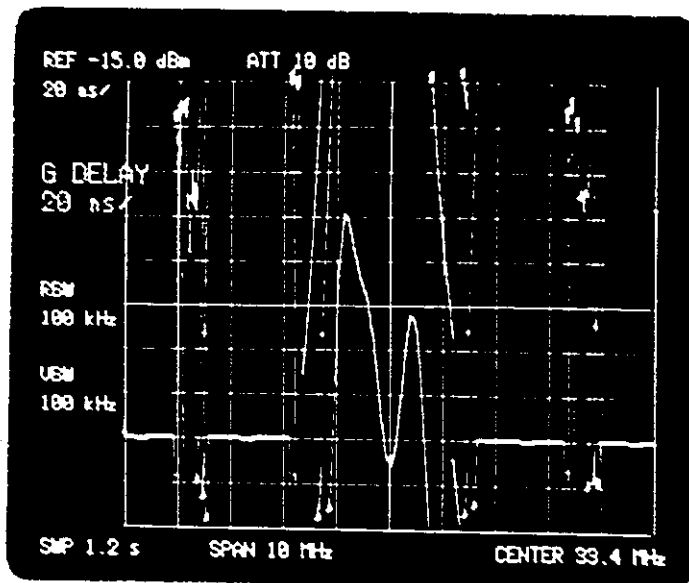

図 7-9 グループ・ディレイの測定
- ⑫ **GROUP DELAY** スイッチを押しますと，グループ・ディレイ測定ができます。（図 7-9）
- ⑬ さらに正確なグループ・ディレイ測定を行なうためには，7-1 節の(5)，(6)にしたように，同じ分解能でスルーのグループ・ディレイを A メモリに入れ，ディスプレイ・ラインをスルーの波形に近づけてから，**SHIFT MHz** と押して，測定系のグループ・ディレイを取り除いて下さい。このとき，7-1 節の(8) に示しましたアベレージング・モードを使用しますと，より正確な測定を行なえます。
- ⑭ **S/N** 比が悪いときは，**FUNCTION** の，**VIDEO BW** スイッチを押し，ビデオ・バンド幅を狭くして **S/N** 比を向上させて下さい。この場合，**SWEEP TIME** スイッチを押して，**SWEEP TIME** を遅く設定して下さい。